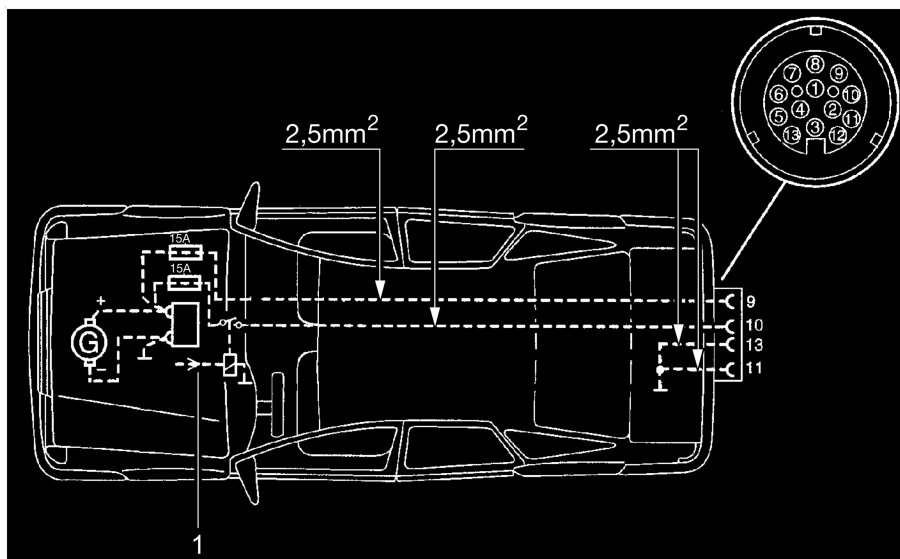

Fig. 103 Installation du véhicule tracteur (Pack Autarcie)
- ▷ Equiper le véhicule tracteur avec les sections de câbles appropriées et avec un relais pour l'alimentation en courant (commande par l'allumage) (voir Fig. 103).